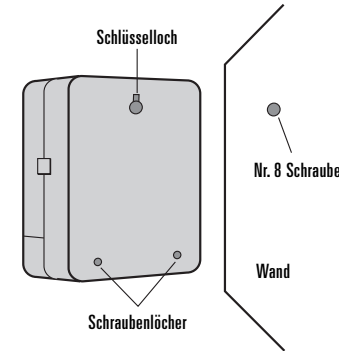

Abbildung 23: Montieren der Bewässerungsuhr
- Aufhängeloch auf der Rückseite der Bewässerungsuhr über die vorstehende Schraube schieben. [Siehe Abbildung 23]